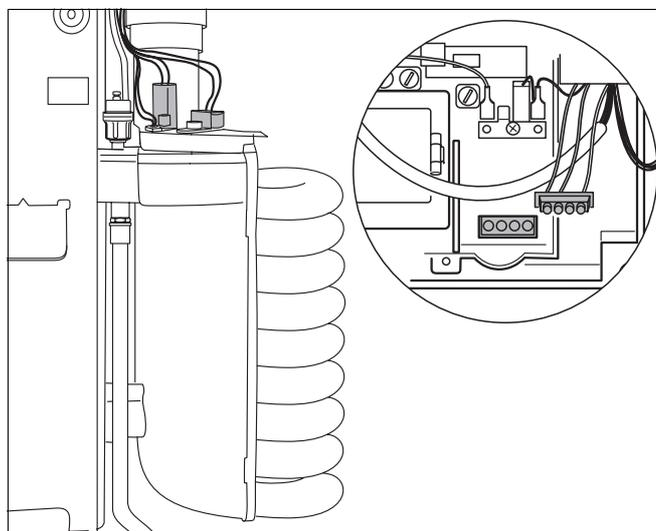

Fig. 75 Estrarre il connettore cavo dall'involucro dell'UBA
- Estrarre il connettore cavo dell'elettrodo di accensione ad incandescenza (fig. 75) dall'involucro dell'UBA.